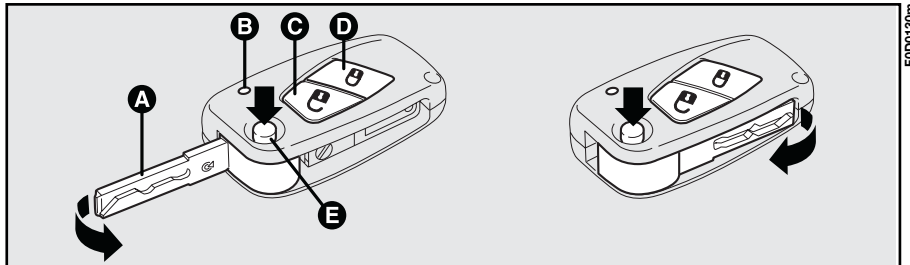

Abb. 6
Der Schlüssel **Abb. 6** ist mit folgendem ausgestattet:
Wenn bei Druck auf die Taste (C oder D, Abb. 6) die Led B, Abb. 6 auf dem Schlüssel nur ganz kurz blinkt, ist die Batterie durch eine neue zu ersetzen.
**Einschalten der elektronischen Alarmanlage:** Kurzer Druck auf die Taste **D**, **Abb. 6** der Fernbedienung. Es wird ein "bip"-Ton abgegeben, und die Richtungsanzeiger leuchten für ca. 3 Sekunden (nur in den Nationen, wo dies gesetzlich zugelassen ist).
**Ausschalten der elektronischen Alarmanlage:** Druck auf die Taste der Fernbedienung **C**, **Abb. 6**. Es werden zwei "bip"-Töne abgegeben, und die Richtungsanzeiger blinken zweimal (nur in den Nationen, wo dies gesetzlich zugelassen ist).